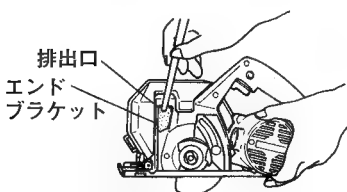

図 21
- (1) ソーカバーをはずして、のこ刃を取りはずします。
- (2) 排出口につまった切りくずを割りばしなどで取りのぞきます。(図21)